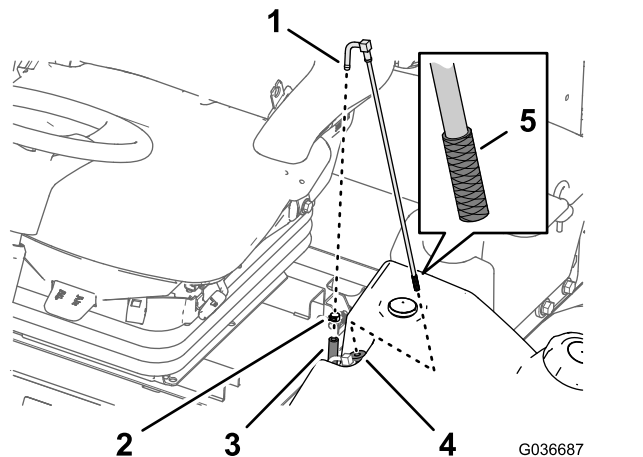

図 58
1. 燃料供給ホースを燃料供給チューブに固定しているホースクランプを外す図 58。
2. フィッティングからホースを取り外す図 58。
3. 燃料タンクから燃料供給チューブを取り出す図 58。
4. 燃料供給チューブの端部のスクリーンにたまっているごみをいねいに取り除く図 58。
5. ゴム製ブッシュを通して燃料タンク内部へ燃料供給チューブを挿入する図 58。